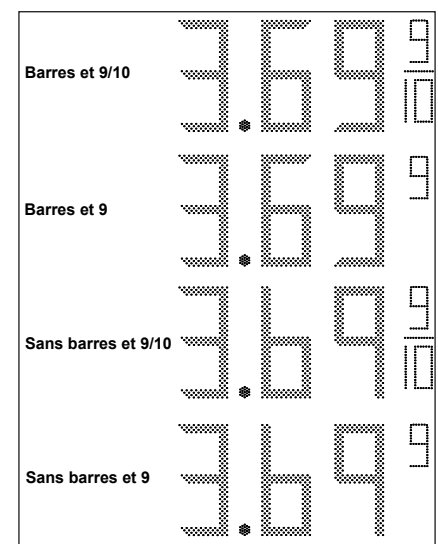

Figure 38: Configurations des chiffres
2. Maintenez appuyées les touches -3 et +3 sur la clé électronique jusqu'à ce que tous les afficheurs affichent les chiffres 6 et 9. Le système de numérotation sera soit 3.69 9/10 ou 4.69 9/10. Consultez la **Figure 38**.